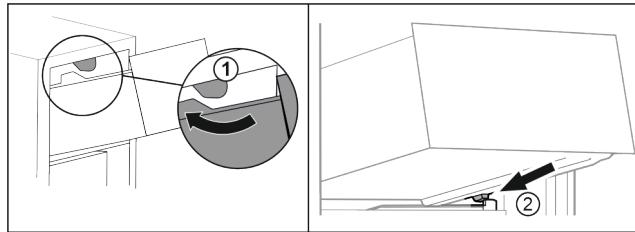

Fig. 65
- ▶ 将抽屉移动到上方止动器附近。Fig. 65 (1)
- ▶ 将抽屉斜放在容器肋梁上的下方止动器后面。Fig. 65 (2)